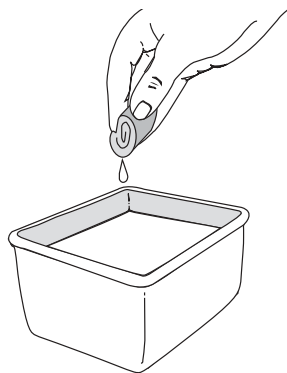

Fig. 9
4. Lave el filtro en detergente y agua. Enjuague el filtro completamente y déjelo que se seque (Fig. 9)